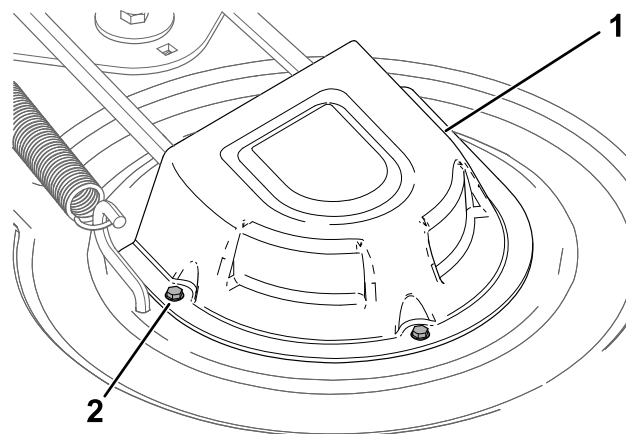

Figura 55
4. Allentate le viti e rimuovete le coperture delle pulegge (Figura 55).